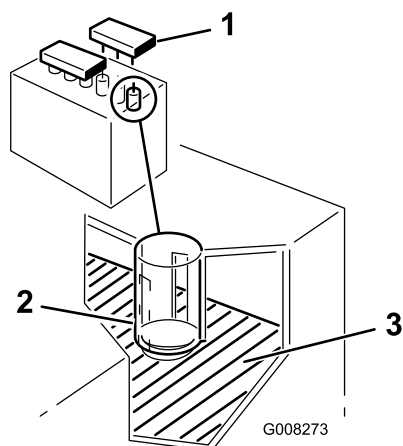

Figure 34
2. Enlevez les bouchons de remplissage. Si le niveau d'électrolyte n'atteint pas la partie inférieure du tube (Figure 34), ajoutez la quantité d'eau distillée requise (voir Ajout d'eau dans la batterie).
2. Enlevez les bouchons de remplissage (Figure 34).
3. Versez de l'eau distillée avec précaution dans chaque élément jusqu'à la partie inférieure du tube (Figure 34).